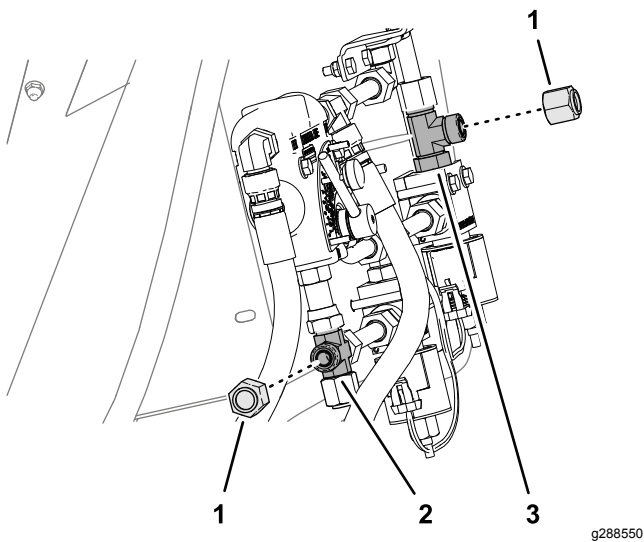

図 18
- 図 18 のように、バルブマウントのところで、T字フィッティングとクロスユニオンフィッティングのキャップを外す。